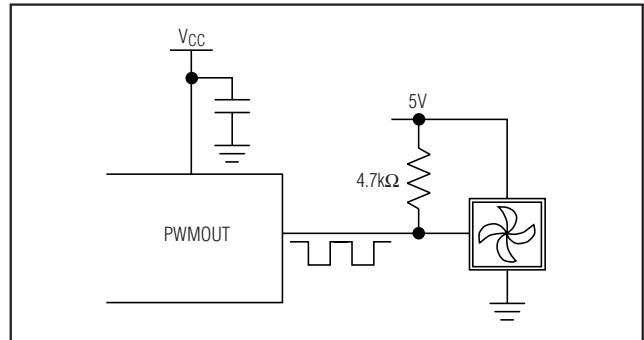

图6. 用MAX6678的PWM输出控制具有PWM输入的风扇(通常使用35kHz的PWM频率)。
- 3) PWMOUT_直接驱动风扇的逻辑电平PWM速度控制输入。这种方法需要极少的外部器件, 并且结合了1)的高效率和2)的低噪声。图6给出了一个 PWMOUT_驱动风扇速度控制输入的一个实例。当使用这种配置时, 02h寄存器的D4位应置为1。